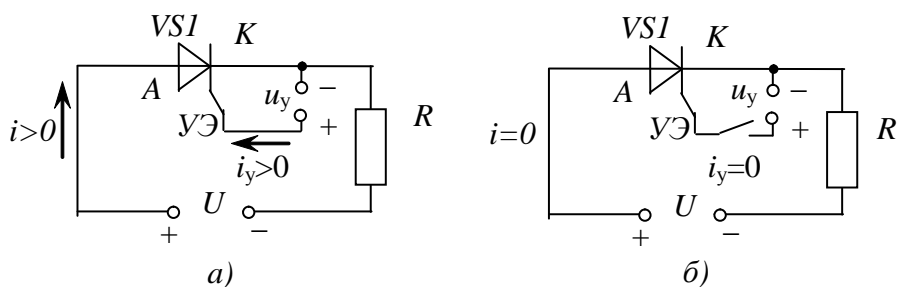

Рис. 2. Два состояния тиристора (а – открыт и б – закрыт)
**Тиристор** является вентилям управляемым. Кроме анода и катода, он имеет третий вывод (управляющий электрод УЭ на рис. 2). Он также проводит ток только в одном направлении (от анода к катоду). Для его отрывания необходимо выполнить два условия:
- обеспечить протекание в цепи между управляющим электродом и катодом тока управления  $i_y$ , направленного как на рис. 2а.
Для обеспечения протекания тока управления используют дополнительный источник напряжения  $u_y$ . Величина тока управления намного меньше тока между анодом и катодом (то есть силового тока). Если цепь управляющего электрода разомкнуть (как на рис. 2б), ток управления будет отсутствовать, и тиристор не откроется. Графическое обозначение тиристора похоже на обозначение диода, однако имеет третий вывод УЭ. Нумерацию тириستоров на схемах производят с использованием букв  $VS$ . Благодаря наличию управляющего электрода тиристор становится управляемым вентилем. Он открывается только тогда, когда будет выполнено не только первое условие его открывания, но и второе. Потому ток управления могут подавать не сразу после выполнения первого условия, а несколько позднее. Этот ток подается от специальной системы управления. Далее мы не будем показывать цепь, по которой протекает ток управления.